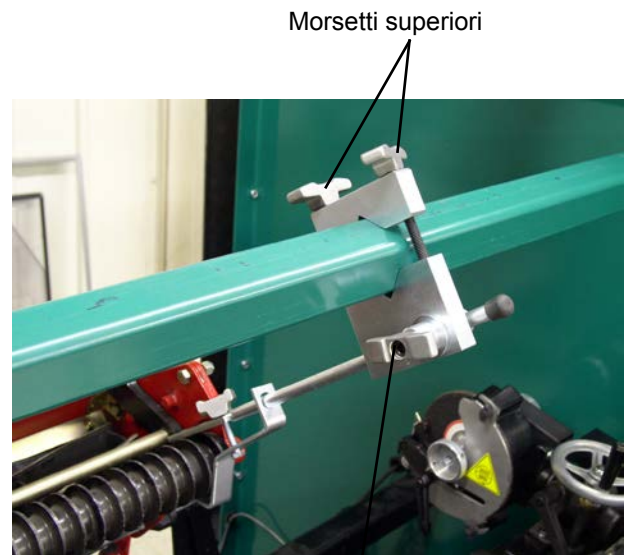
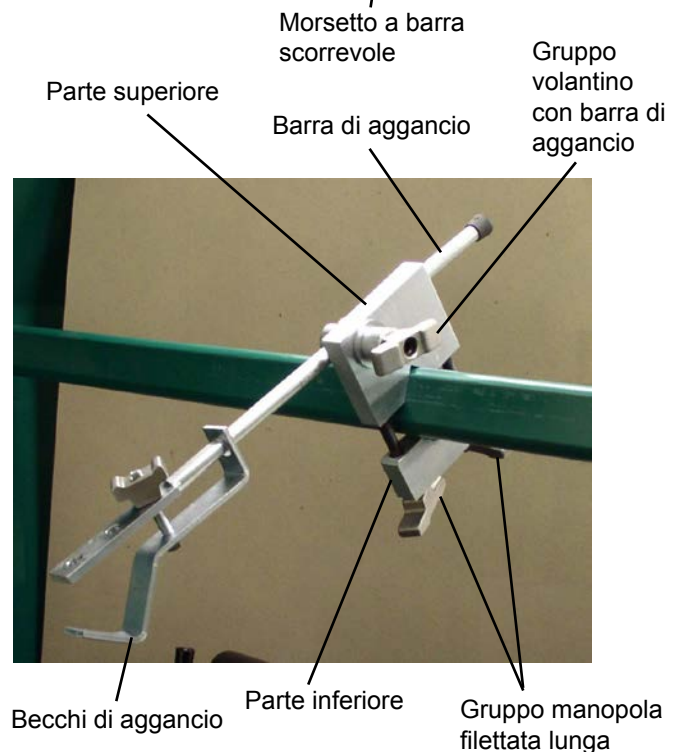
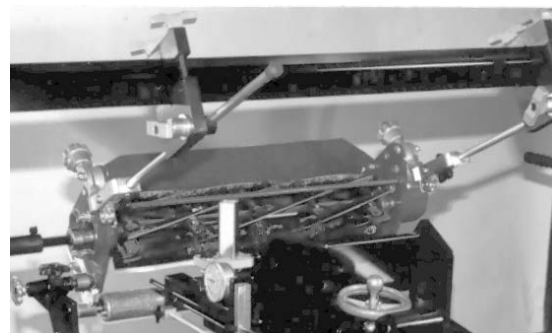

FIG. 30
FIG. 31
FIG. 32
Allentare le due (2) manovelle a vite su ciascun morsetto superiore e spostarle dove le barre di aggancio superiori con o senza becchi possono essere fissate all'unità tagliaerba. Serrare i becchi di aggancio sul tagliaerba, quindi serrare saldamente le due (2) manovelle di blocco su ciascun morsetto superiore. Vedere le FIG. 30 e 31. I morsetti superiori possono essere montati con la barra di aggancio sopra il traversino come illustrato nella FIG. 31 oppure con la barra sotto il traversino come illustrato nella FIG. 32. Si raccomanda di montarli sotto il traversino, laddove possibile.